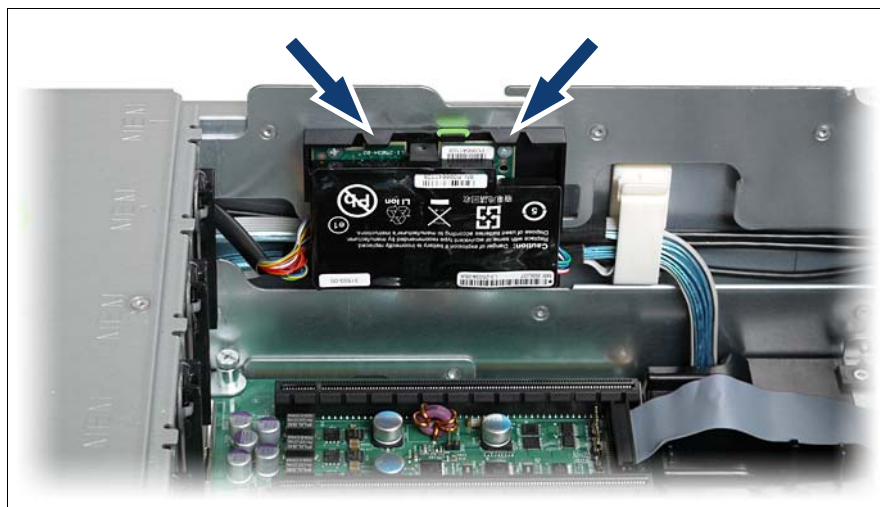

図 44: バッテリーホルダー #1 へのバッテリーの取り付け
2. バッテリーをホルダーに慎重に押し込み (図 44 の矢印を参照)、2 つのロックフックの下に固定します。